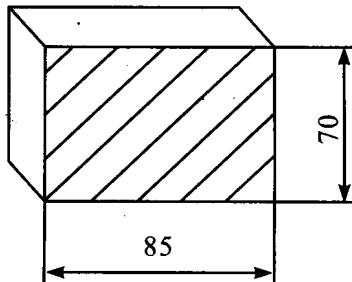

图 1-2 毛坯尺寸
(1) 检查毛坯料情况,其尺寸为 70×85 ,作必要修整(如图 1-2 所示)。